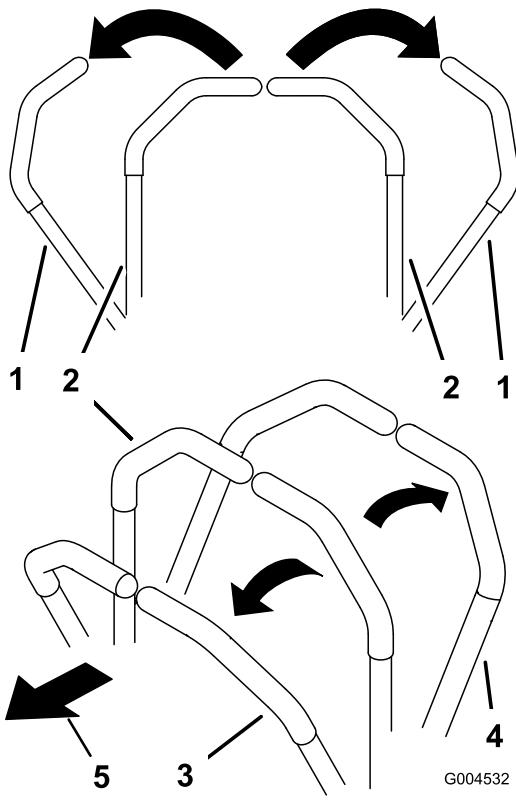

図 18
1. 走行コントロール・レバー(図 18)をニュートラル固定位置にセットする。
- ・ 前への直進走行：両方のレバーをゆっくりと前に押す（図 18）。
- ・ 後への直進走行：両方のレバーをゆっくりと後に引く（図 18）。
- ・ 旋回；両方のレバーを手前に引いて走行速度を落とし、曲がりたい方向と反対側のレバーを押す（図 18）。